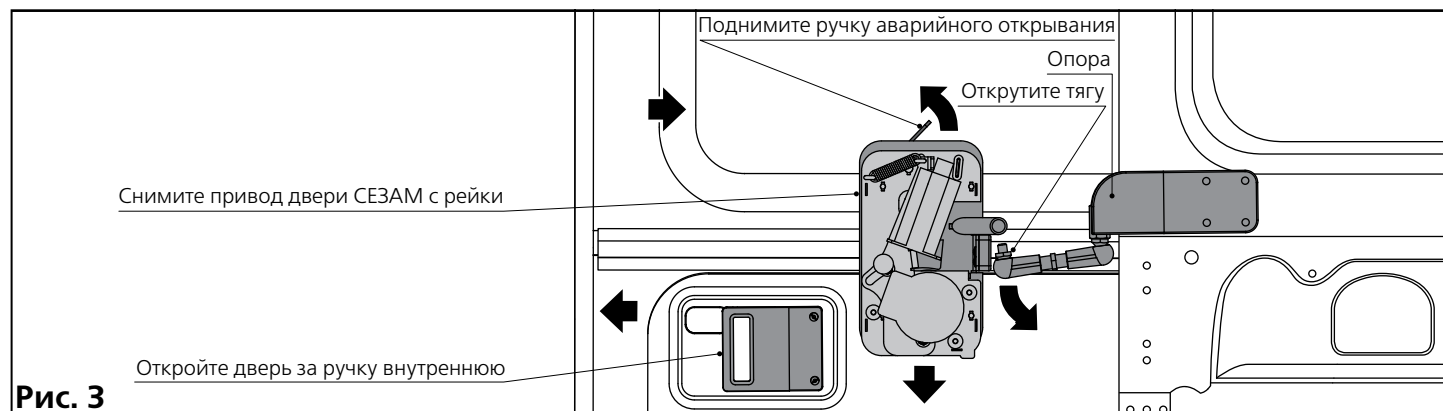

Рис. 3
5. Открутите тягу (рис. 3).
6. Снимите привод двери с рейки подняв ручку аварийного открывания (рис. 3).